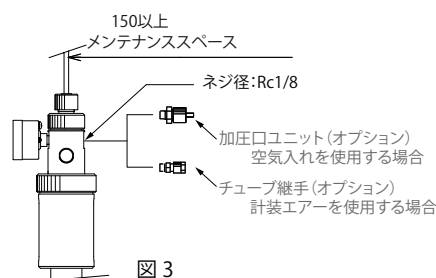

図 3
- ・計装エアーで加圧するときはチューブ継手を取付けてください。【図 3】参照